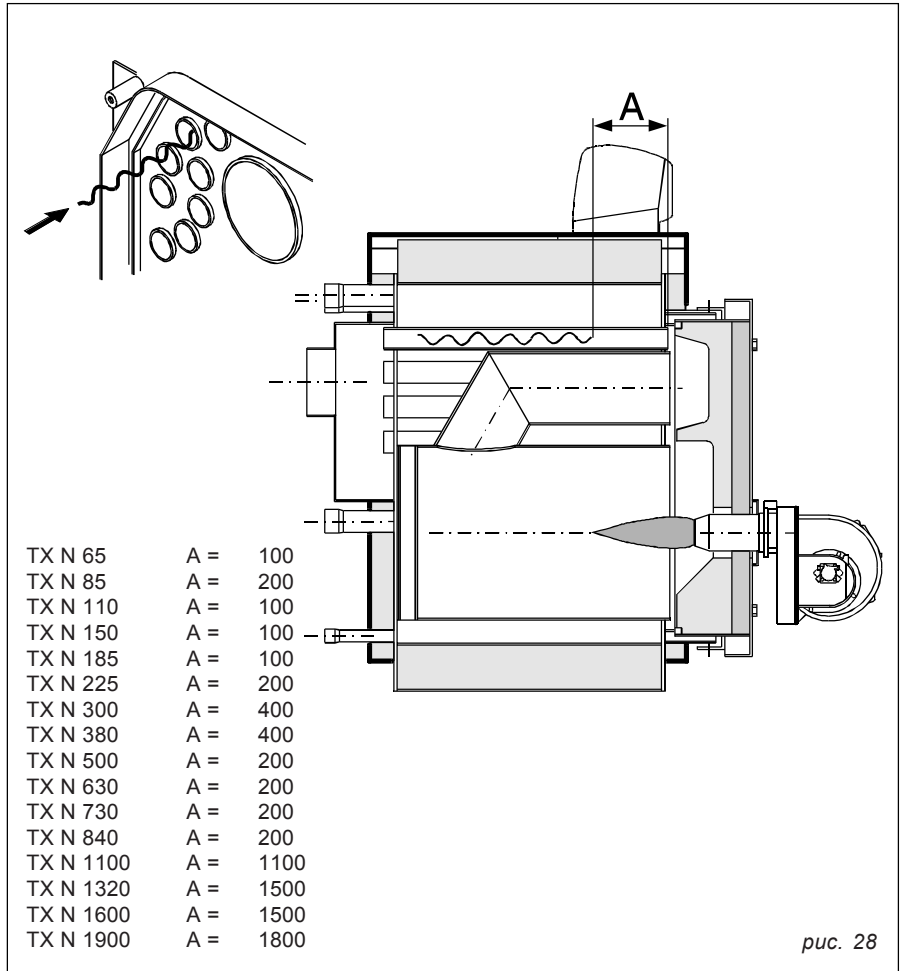

рис. 28
- турбулизаторы правильно установлены в соответствующих трубах газоходов (см. рис. 28);